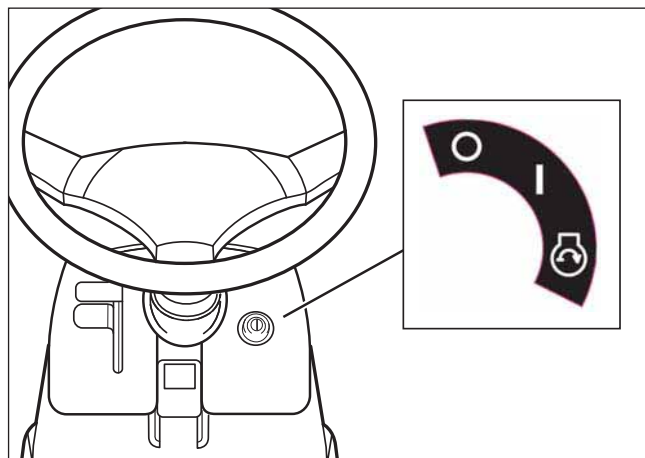

Figura 18
6. Girare la chiave di accensione sulla posizione SPENTO per fermare il motore (vedere **Figura 18**).
1. Girare l'interruttore di accensione sulla posizione ACCESO per avviare il motore (vedere **Figura 18**).
5. Girare la chiave di accensione sulla posizione di AVVIO (vedere **Figura 18**).